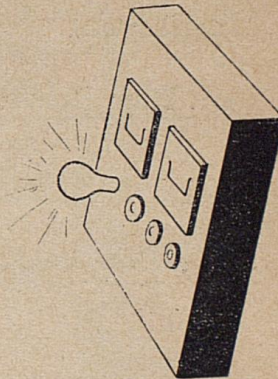

Fig. 5
4. Insert a light bulb. Fig. 5.